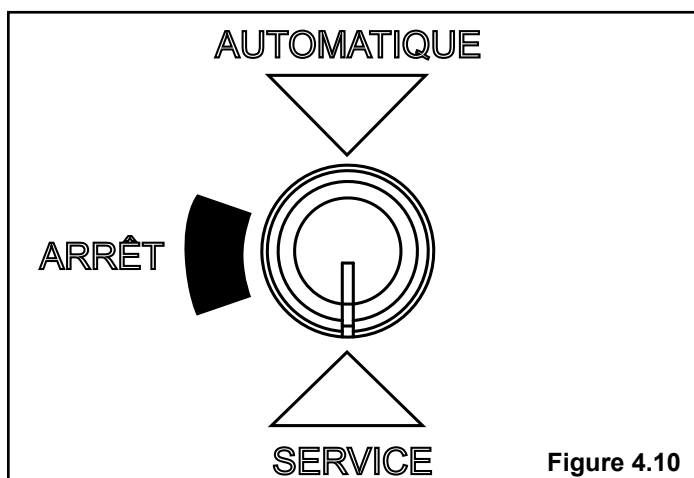

Figure 4.10
5. **Tournez le sélecteur de mode à «SERVICE»** (entretien). Voir Figure 4.10.